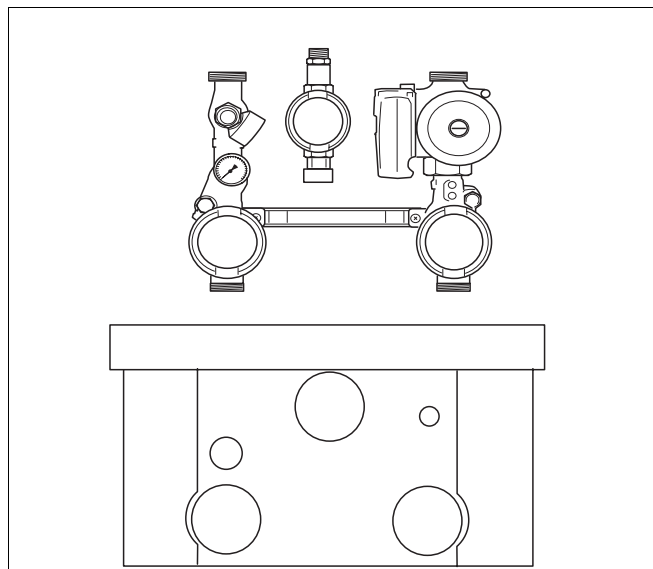

Fig. 11 Grup de racord (accesorii)
- cu ajutorul unui grup de racord (Fig. 11) (accesorii)